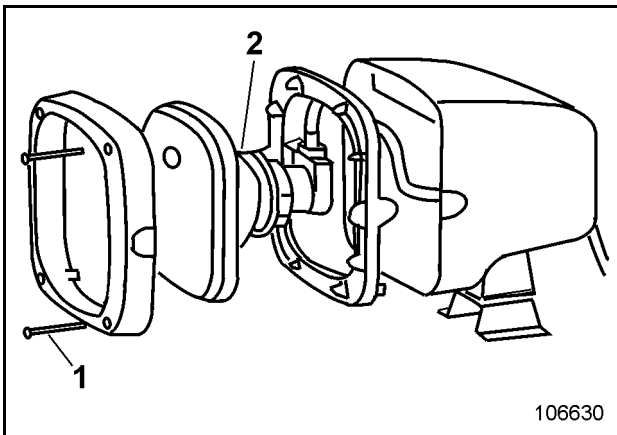

Fig. 3-49:
- Desenroscar los cuatro tornillos (1, Fig. 3-49:), sacar el reflector (2) de la caja.